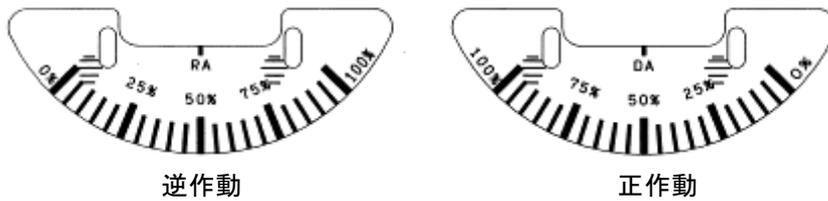

図 24 目盛板
- (1) ポジショナのゼロ・スパン調整実施後に、作動方向に合わせてDA面又はRA面に取付けて下さい(図24参照)。